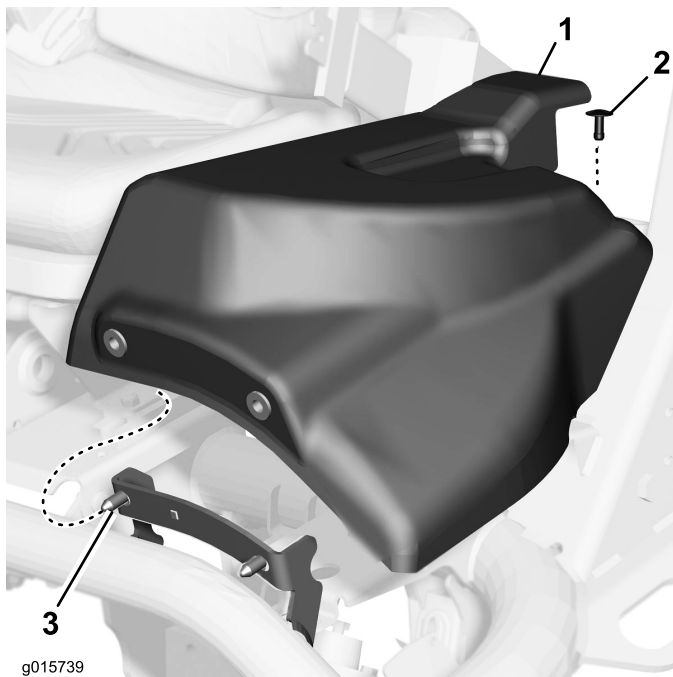

Bild 2
2. Entfernen Sie die geschlitzte Schraube, mit der die linke Abdeckung befestigt ist; schieben Sie die Abdeckung dann nach vorne und lösen Sie von den Haken (Bild 2).